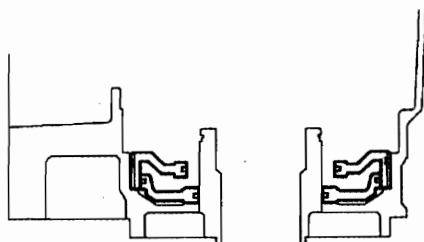
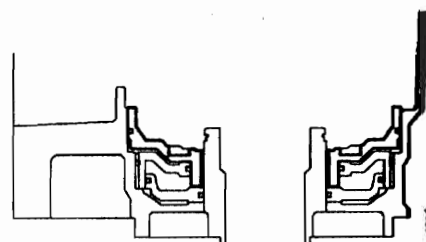

图 12-1-71
图 12-1-72
(2) 安装制动器反冲套筒。如图 12-1-71 所示, 将 ATF 涂到新的 O 形圈上, 然后将其安装到反冲套筒上。使 1 号制动活塞在下部 (后侧), 将制动反冲套筒和 1 号制动活塞安装到变速器壳上。注意: 不要损伤 O 形圈。
(3) 安装 1 挡和倒挡制动活塞。
①如图 12-1-72 所示, 将 ATF 涂到新的 O 形圈上, 将 O 形圈装到 1 挡和倒挡制动活塞上。使活塞的弹簧朝上 (前侧), 将活塞放到变速器壳内。注意: 不要损伤 O 形圈。